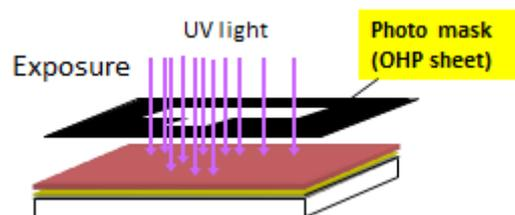

Fig. 2 UV exposure through OHP sheet mask.
② OHP シートにパターンを印刷した。シートは暗転具合を確認するため、10 枚のうち 5 枚は色を暗転させたものとし、残りの 5 枚は通常の色でプリントアウトした。使用する装置:レーザープリンター
③ ガラスにレジストを塗布した。スピコータはすべてのパターンにおいて 1 分 30 秒~2 分間、約 1200 rpm で回転させることとした。使用する装置:スピコータ、ホットプレート
④ OHP シートを使ってフォトリソを行った(Fig. 2)。露光装置ではすべてのパターンにおいておよそ 7 秒間紫外線を当てることとした。使用する装置:露光装置、ドラフトチャンバ